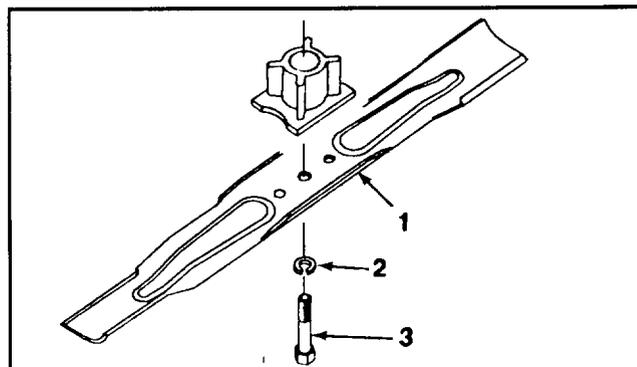

Figure 22
5. **DÉPOSE DE LA LAME** – Saissez l'extrémité de la lame en vous servant d'un chiffon ou d'un gant bien rembourré. Enlevez la vis à tête, la rondelle de blocage et la lame (fig. 22).